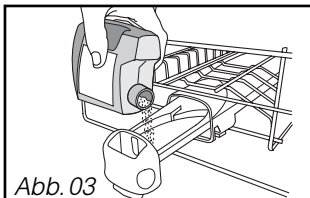

Abb. 03
• Füllen Sie Pulver und flüssige Mittel in die Spülmittelkammer ein (Abb. 03).